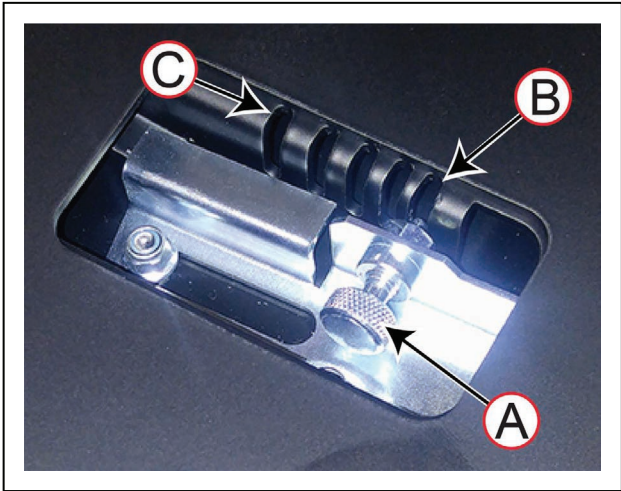

图3-18 充电桩触点的高度调整
高度调整机构位于充电桩地板垫板的下面，如图3-18中所示。
5. 拉出锁销（A），并朝（B）或（C）方向滑入，以选择不同的插槽。调整桨叶的位置，如图3-18中所示。每个插槽的高度变化为4 mm。